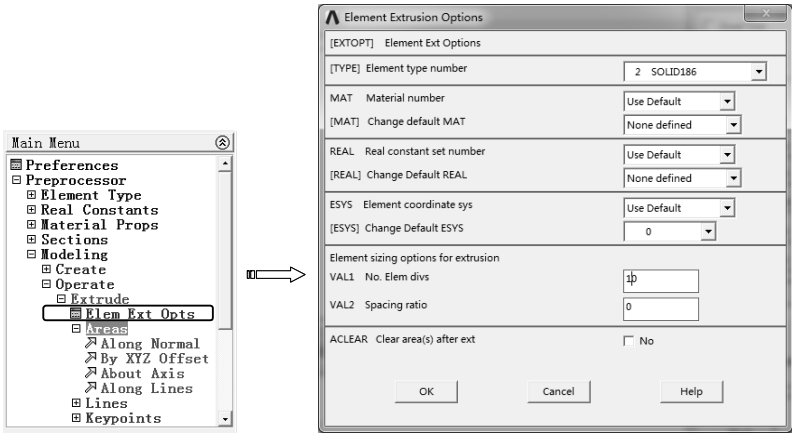

图 3-59 设置单元拉伸选项
7) 选择 “Main Menu>Preprocessor>Modeling>Operate>Extrude>Elem Ext Opts” 命令, 弹出 “Element Extrusion Options” 对话框, 在 “Element type number” 选中 “2 SOLID186”, 在 “No. Elem divs” 文本框中输入 10, 单击 “OK” 按钮完成, 如图 3-59 所示。